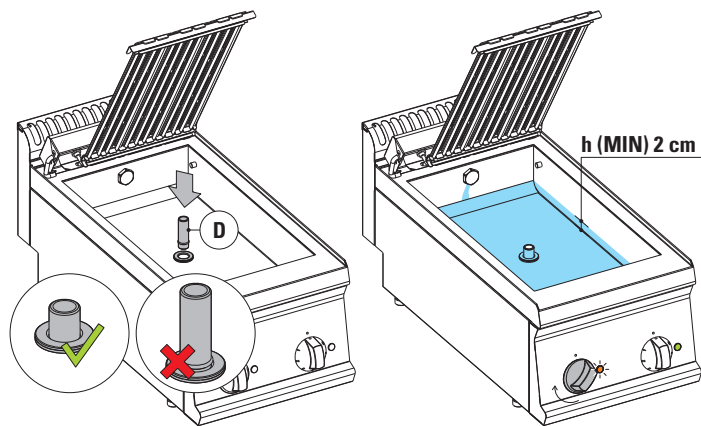

fig.3
- Introduzca el rebosadero | **D** | fig.3 hasta el fondo.